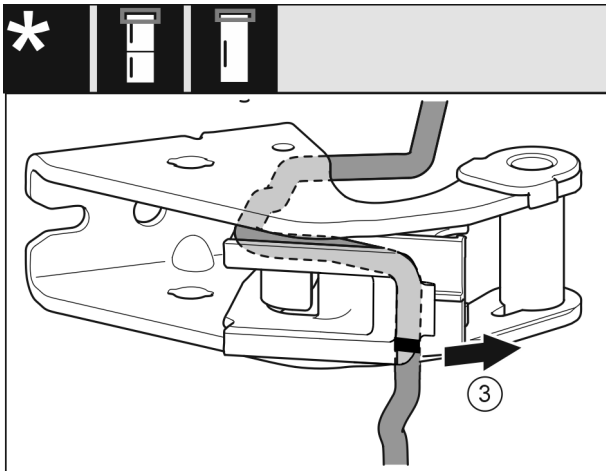

Fig. 27
- ▶ Demontați cablul cu suportul de cablu de pe consola de lagăr. Fig. 27 (3)